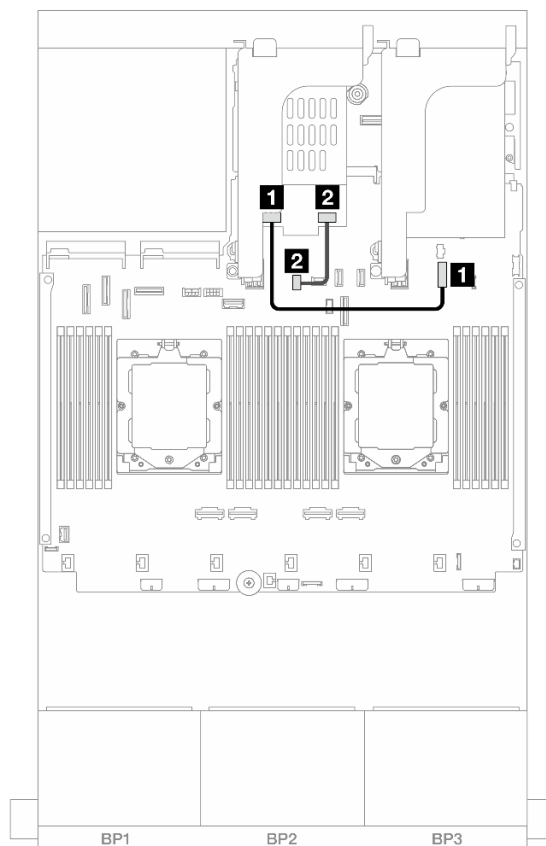

Figura 308. Instradamento dei cavi NVMe
- Figura 308 "Instradamento dei cavi NVMe" a pagina 319